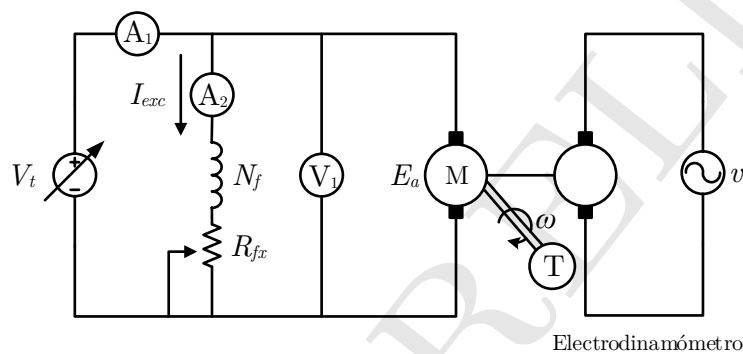

Figura 3: Motor de CD con un electrodinamómetro acoplado.
- Conectar el motor en derivación (*shunt*) acoplado a un electrodinómetro (Figura 3), con un voltaje de 100  $V_{cd}$ , un par pequeño y registrar los valores medidos de voltaje, velocidad y corriente de excitación en la Tabla 3.